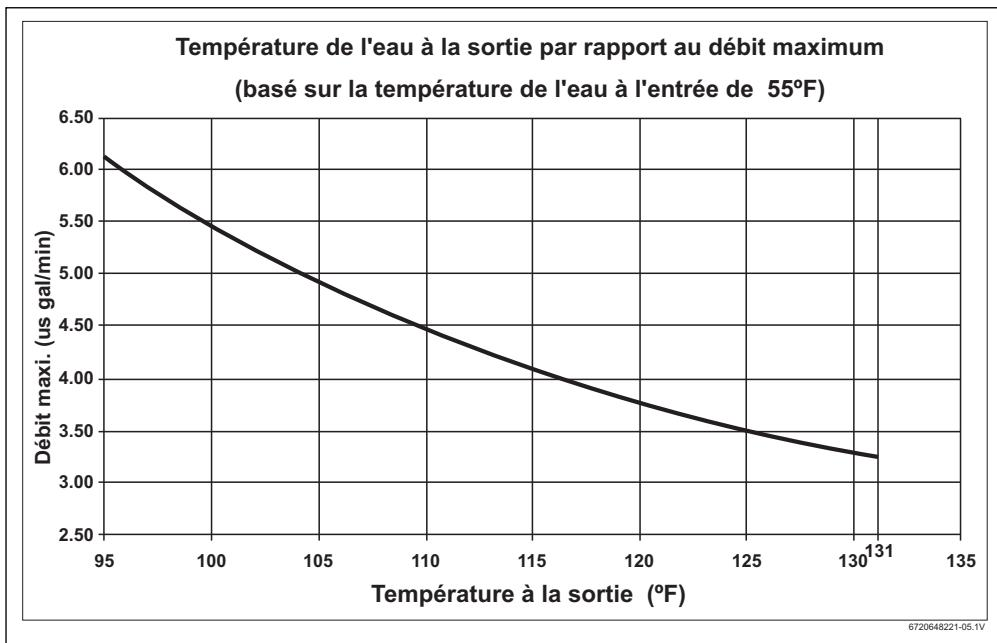

Fig. 8
- ▶ Régler le robinet de sectionnement de sortie jusqu'à ce que le débit du robinet d'eau chaude corresponde à la valeur indiquée sur la Fig. 8 ci-dessous.
Ces chiffres sont basés sur une température de l'eau à la sortie de 55 °F et une tension d'alimentation de 240 volts. Si la température de l'eau à l'entrée est inférieure à 55 °F, ou si la tension d'alimentation est inférieure à 240 volts, la température à la sortie sera inférieure aux données indiquées Fig. 8. Réduire le débit et/ou alimenter l'unité avec du 240 volts si une température à la sortie plus élevée est souhaitée.
La température de l'eau à l'entrée est trop froide	Vérifier que le chauffe-eau est correctement configuré par rapport à sa localisation géographique. Tourner le bouton de température, en bas du chauffe-eau, dans le sens des aiguilles d'une montre, jusqu'au bout, pour la température maximale. Vérifier que les débits sont inclus dans les spécifications du chauffe-eau. Consulter la Fig. 8, page 13 du présent manuel. L'utilisation d'une vanne d'isolement sur la sortie d'eau chaude est recommandée pour contrôler le débit.
La température indiquée sur le cadran est trop basse	tourner le cadran de température situé en bas du chauffe-eau dans le sens des aiguilles d'une montre afin d'augmenter la température. Consulter Fig. 8 pour connaître la température de sortie par rapport au débit.
Le débit est trop fort	Régler le débit pour rester dans le cadre des spécifications du chauffe-eau. Voir Fig. 8 du présent manuel.
La pression des robinets de sectionnement est trop faible	Régler la vanne de sortie fournie par l'installateur tel que décrit ci-dessous: <ul style="list-style-type: none"> • Ouvrir complètement les robinets de sectionnement d'entrée et de sortie au niveau du chauffe-eau. (S'ils ne sont pas installés, les installer avant toute utilisation). • Ouvrir complètement le dispositif d'eau chaude alimenté par le chauffe-eau, au débit le plus fort (par ex. : baignoire). • Fermer doucement le robinet de sectionnement pour diminuer le débit jusqu'à ce que la température de la sortie d'eau chaude corresponde aux valeurs indiquées Fig. 8 du présent manuel, ou jusqu'à atteindre la température de l'eau désirée.
Le débit varie. L'alimentation en eau est raccordée à la sortie de l'unité.	Les variations importantes du débit peuvent avoir un impact négatif sur la température de l'eau du chauffe-eau. Le passage d'une installation majeure à plusieurs installations en une fois peut provoquer la fluctuation de la température. Il est recommandé de rester dans le cadre des spécifications du chauffe-eau. Voir Fig. 8.